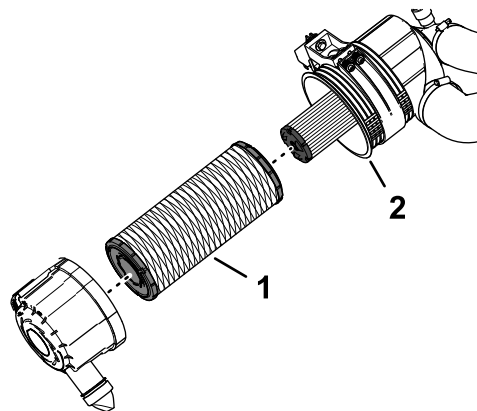

Figura 120
7. Retire el elemento del filtro primario (Figura 120).